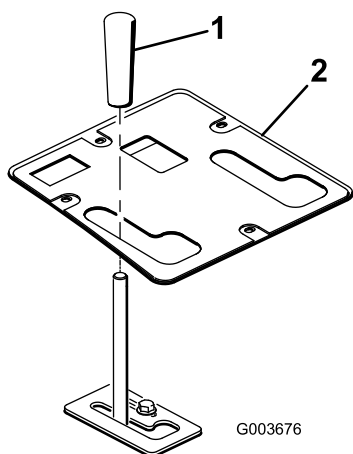

図 27
11. 古いコントロールパネルを固定していたねじを使って、新しいコントロールパネルを固定する 図 27。
12. 昇降レバーにノブを取り付ける 図 27。